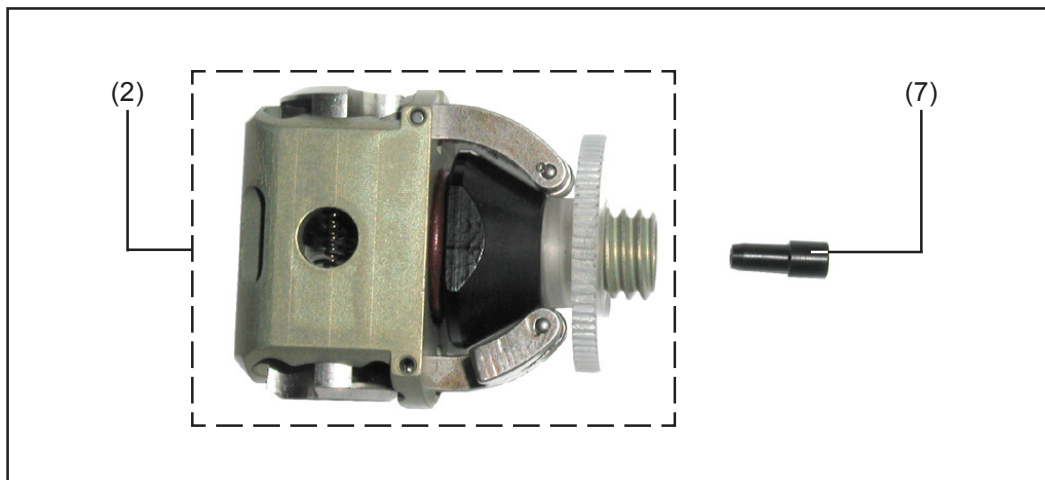

Fig. 31 Retirer la buse d'entrée du fil
- Placer la buse d'entrée du fil (7) dans la tête motrice (2) (fig. 31)
- Placer la tête motrice (2) sur l'arbre moteur
- Visser solidement la tête motrice (2)